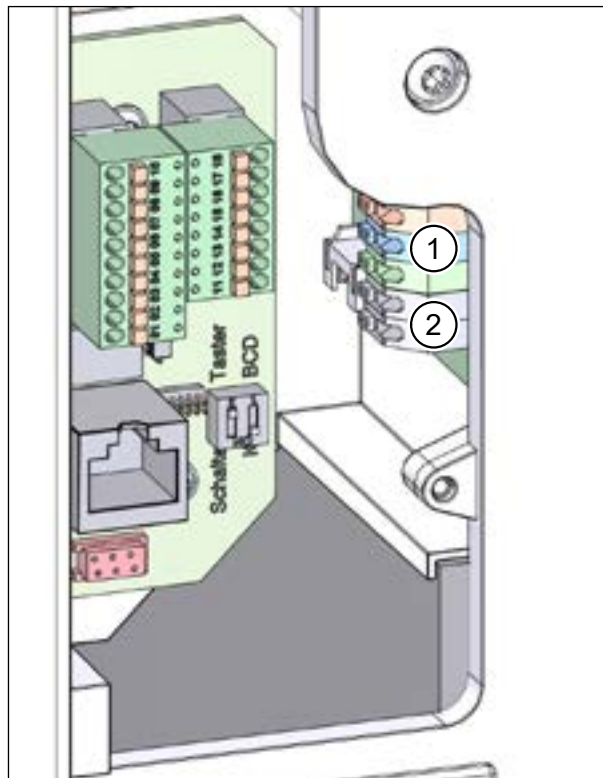

Рис. 48: подключить опцию M-WRG-II O/EGG-AUS
- ▶ При необходимости, подключите кабель системы управления для ввода сообщений об ошибках (поз. 1 на рис. 48) и/или ввода команды „Установка ВЫКЛ“ (поз. 2 на рис. 48) на панели подключений в вентиляционной установке (см. монтажную схему и описание в разделе 10.9.3 на стр. 31).